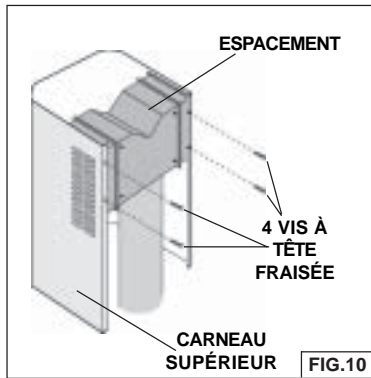

FIG.10
- Fixez l'espacement de recirculation au carneau supérieur au moyen de quatre (4) vis à tête fraisée. (fig. 10).